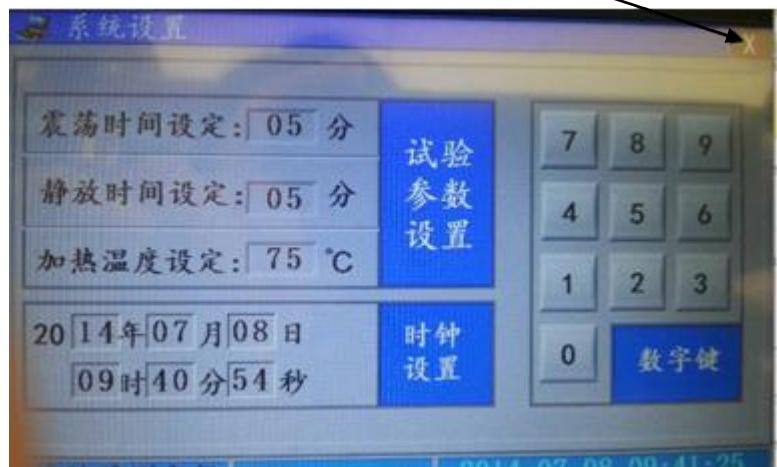

图 4
1. 系统设置-----是设置仪器振荡时间、静放时间、加热温度的参数。为了更精确的控温仪器在加热设定温度的前 5℃时开始震荡。点击系统设置可进入系统设置界面（如图 4），可以触摸更改仪器的参数设置。仪器默认为国标模式，仪器右上角有个红色的“X”键，点击可以返回。